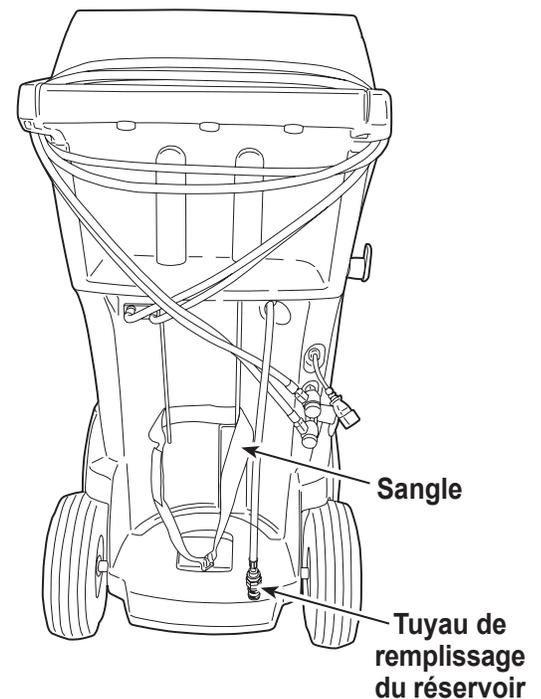

Figure 3
2. Utilisez la courroie illustrée sur la figure 3 pour maintenir le réservoir en place en veillant à ne pas obstruer la circulation de l'air au niveau des aérations situées sur le côté inférieur droit.